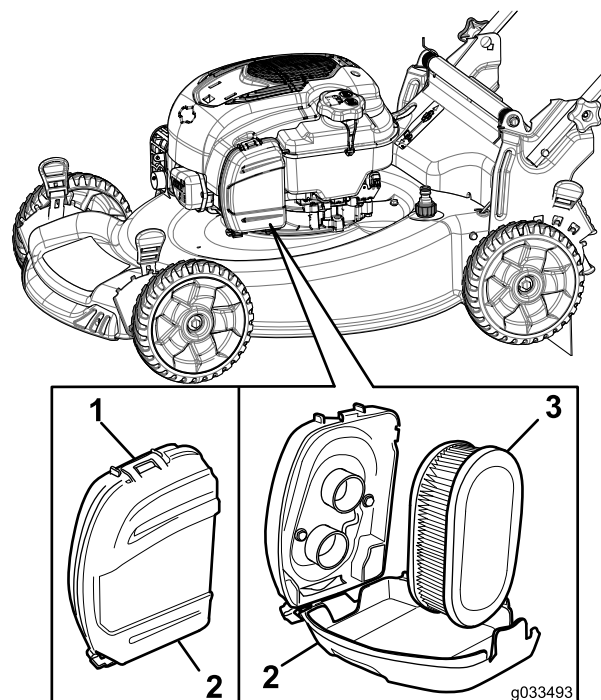

Рисунок 29
1. Расфиксируйте защелку в верхней части крышки воздушного фильтра (Рисунок 29).
2. Извлеките воздушный фильтр (Рисунок 29).